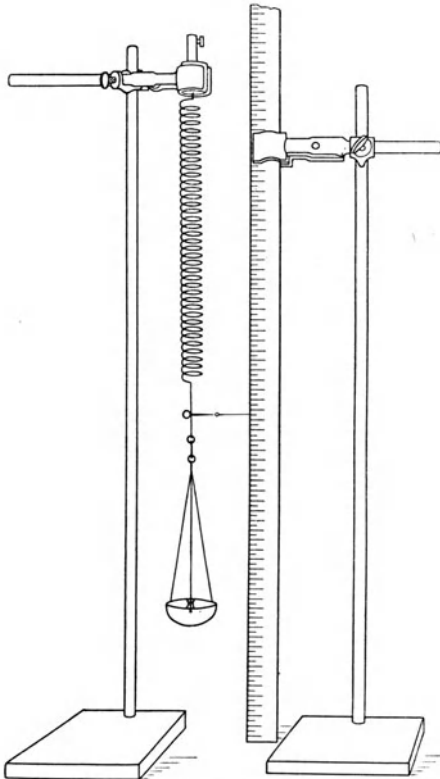

Fig. 91.
**Anleitung.** a) Befestige wie bei der 1. Aufgabe des 2. Teils (S. 25) die Spulfeder am Gestell, hänge an ihr unteres Ende die Wagschale und belaste diese so stark (mit  $\sim 80 \text{ gr}^*$ ), daß die Schwingungen für ein genaues Zählen nicht zu rasch sind. Bringe am untern Ende der Feder einen Zeiger an; ein wagerechter Draht genügt. Stelle dicht hinter dem Zeiger einen Maßstab auf und bezeichne daran durch einen aufgeklemmten federnden Drahtbügel oder durch eine eingesteckte Nadel die Gleichgewichtslage des Zeigers (Fig. 91). Ziehe die Feder um 2 bis 3 cm aus und laß sie so los, daß keine seitlichen Schwingungen auftreten. Sollte dies doch geschehen, so berühre die Spul-